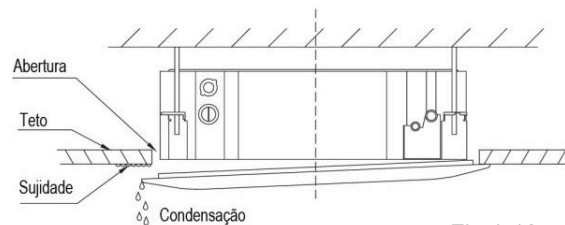

Fig.1-12
- O problema referido na Fig. 1-12 poderá ser provocado pelo aperto indevido dos parafusos.